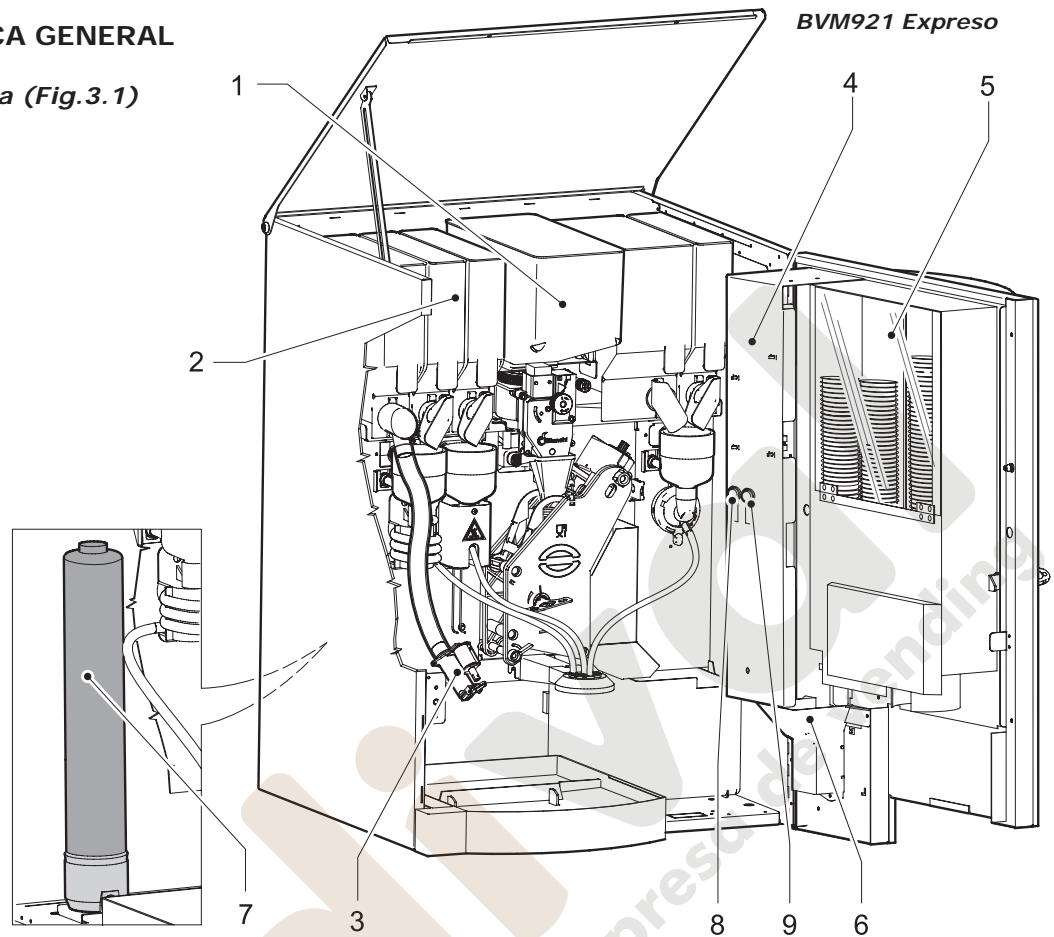

Fig. 3.1
3.1 Descripción de la máquina (Fig.3.1)